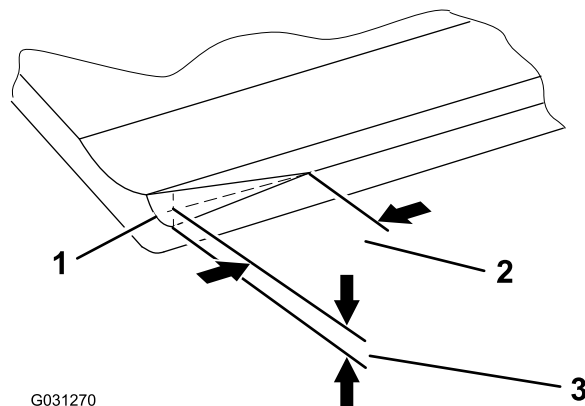

Figure 9
**Remarque:** Avec le temps, vous devrez rectifier le chanfrein (Figure 9) car il n'est conçu pour durer que 40 % de la vie de la contre-lame.